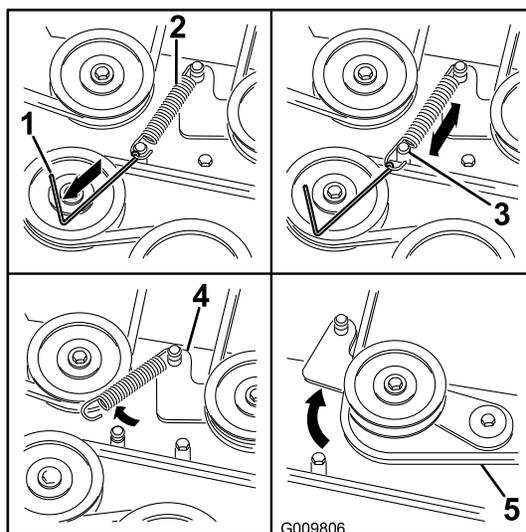

Figure 73
8. À l'aide d'un outil de dépose de ressort (réf. Toro 92-5771), décrochez le ressort de l'ergot sur le plateau pour éliminer la tension sur la poulie de tension (Figure 73).
11. Acheminez la courroie neuve autour des poulies du plateau de coupe et de la poulie d'embrayage, sous le moteur (Figure 73).
12. À l'aide d'un outil de dépose de ressort (réf. Toro 92-5771), accrochez le ressort à l'ergot sur le plateau pour tendre la poulie de tension et la courroie de plateau de coupe (Figure 73).